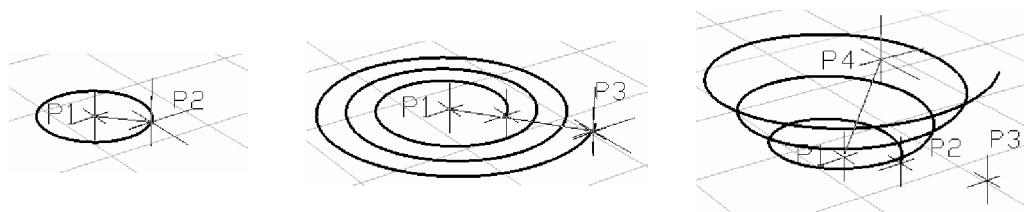

Fig. 9.18 Generarea unei elice
■ Generarea unei elice – Fig. 9.18.